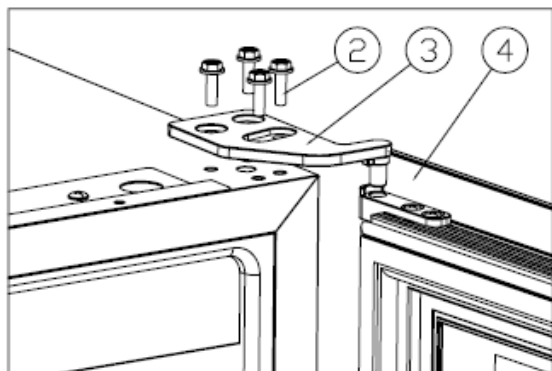

Figure 1
Svitare le viti M5\*16 (2), rimuovere la cerniera superiore destra (3) e rimuovere la porta.[Figure 1].